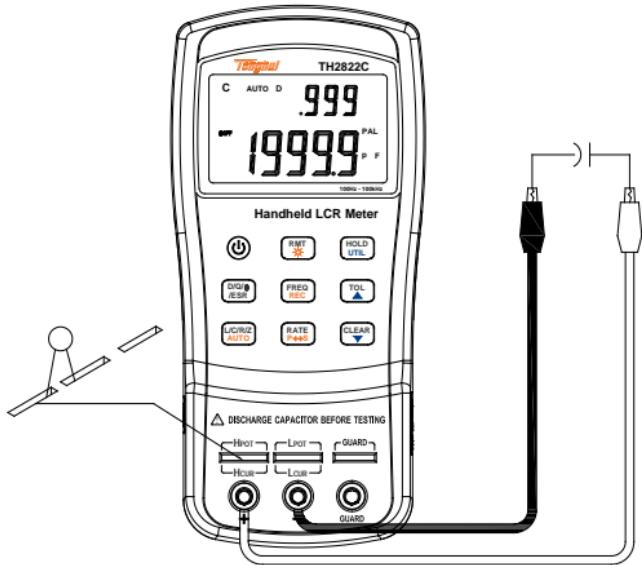

图 14- 电容测量
3. 将电阻插入测试槽，或选用合适的测试附件（橡胶插头-鄂鱼夹，测试夹或SMD测试钳等）接入被测电感。如图14，图12为可选用的四端测试附件。